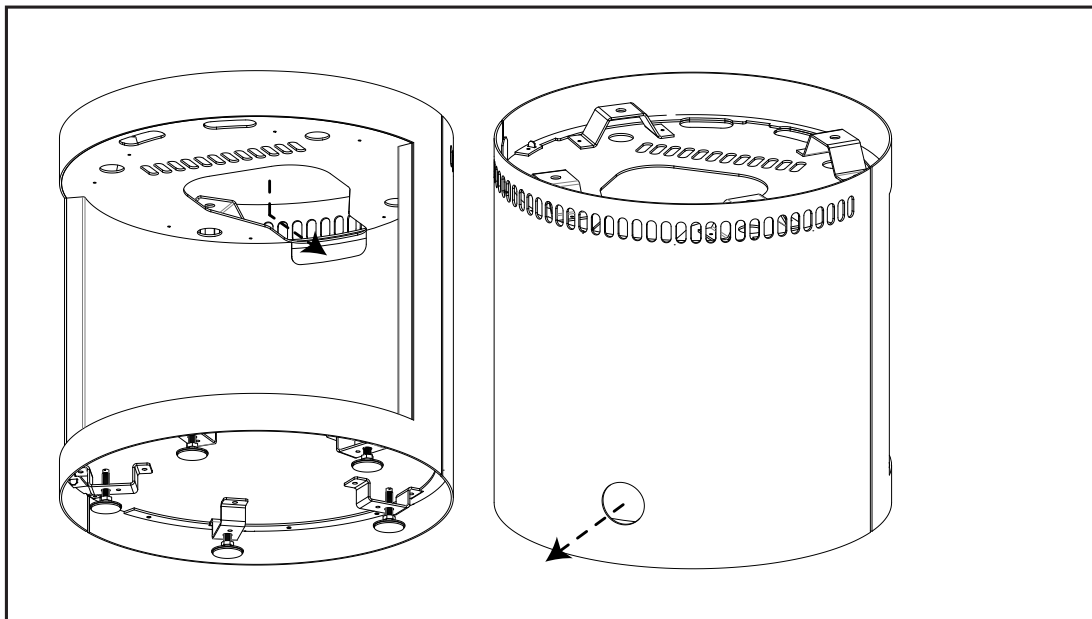

Figure 91: Réacheminement du gaz et de l'électricité sur piédestal de bois
Le piédestal de bois est doté d'un orifice défonçable situé en haut de sa paroi arrière qui permettra le passage du raccordement au gaz et à l'électricité. Cette débouchure permet d'accéder à la paroi arrière creuse du piédestal, qui mène alors à deux (2) ouvertures à l'arrière du piédestal (see Figure 91).